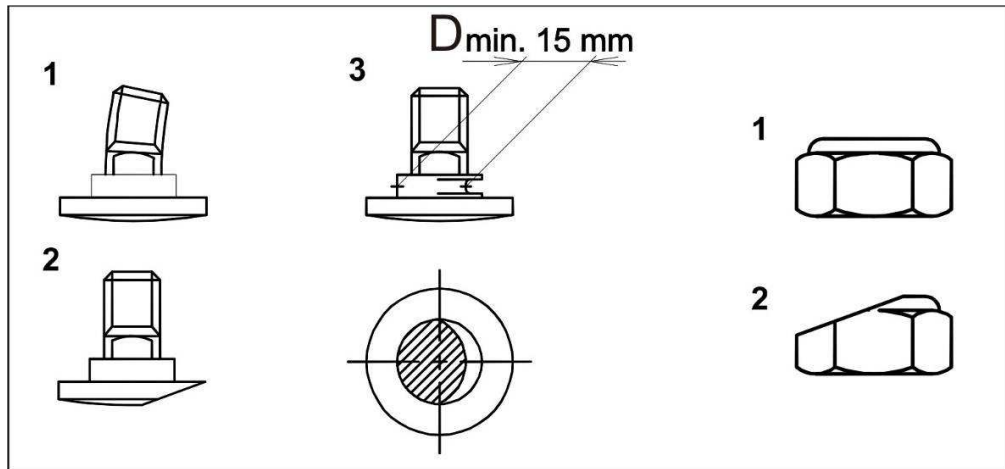

Рисунок 6.9 - Замена болтов и гаек крепления ножей
- диаметр посадочного места ножа менее 15 мм (рисунок 6.9).